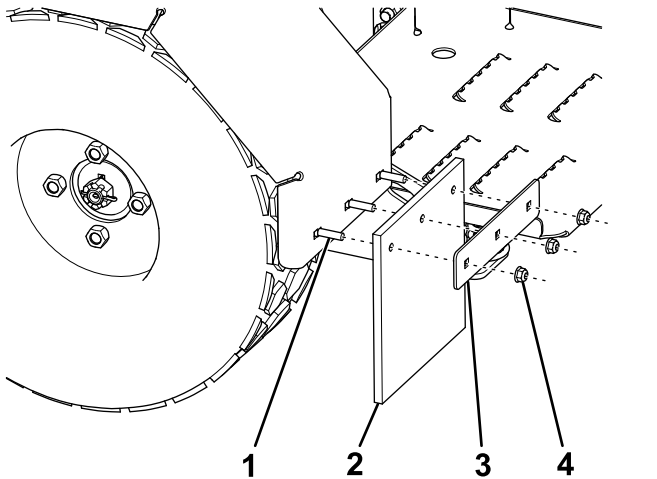

Figura 1
4. Sujete el faldón guardabarros a la máquina con 3 pernos, una chapa de retención y 3 tuercas (Figura 1).